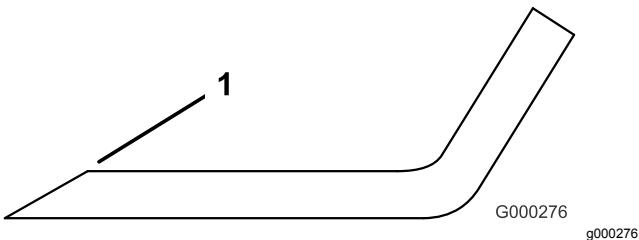

Bild 131
3. Prüfen Sie die Schnittkanten aller Messer und schärfen die Kanten, wenn sie stumpf sind oder Kerben haben (Bild 131).
**Hinweis:** Schärfen Sie nur die Oberseite der Schnittkante und behalten Sie den ursprünglichen Schnittwinkel bei, um die Schärfe des Messers zu gewährleisten (Bild 131). Das Schnittmesser bleibt ausgewuchtet, wenn von beiden Schnittkanten die gleiche Materialmenge entfernt wird.